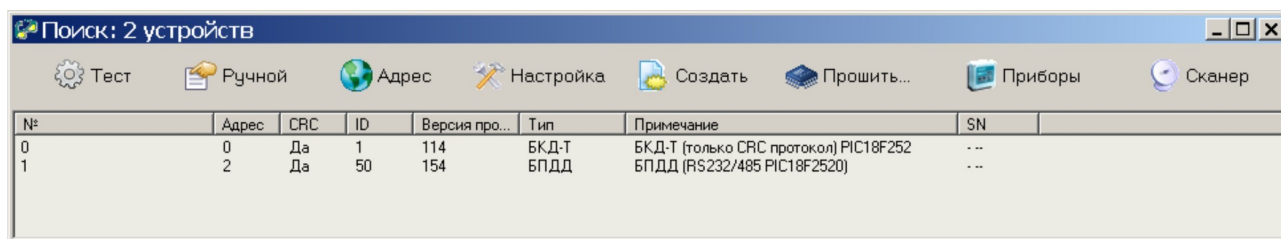

Рисунок 12
5) Выполнить команду поиска устройств «БКД/Поиск устройств...» (рисунок 12).
«Версия прошивки» будет указан номер версии встроенного ПО блока. Для обновления программного обеспечения следует в окне «Поиск» выбрать строку с требуемым БПДД, нажать на кнопку «Прошить...» (рисунок 12).